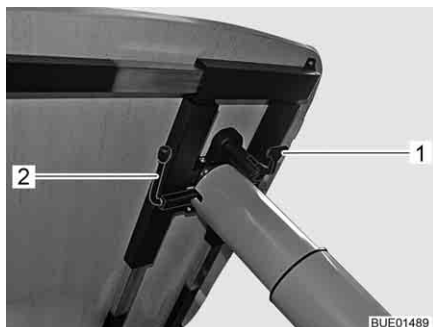

Fig. 119 Regolazione del tavolo rialzabile
- Tirare verso il basso la leva di serraggio (Fig. 119,1).
- Ruotare la leva (Fig. 119,2) sotto il piano del tavolo di 180° in senso orario. Il meccanismo di sollevamento nel piede del tavolo viene sbloccato.
- Ruotare la leva (Fig. 119,2) sotto il piano del tavolo di 180° in senso orario. Il piano del tavolo va automaticamente verso l'alto fino al fine corsa.